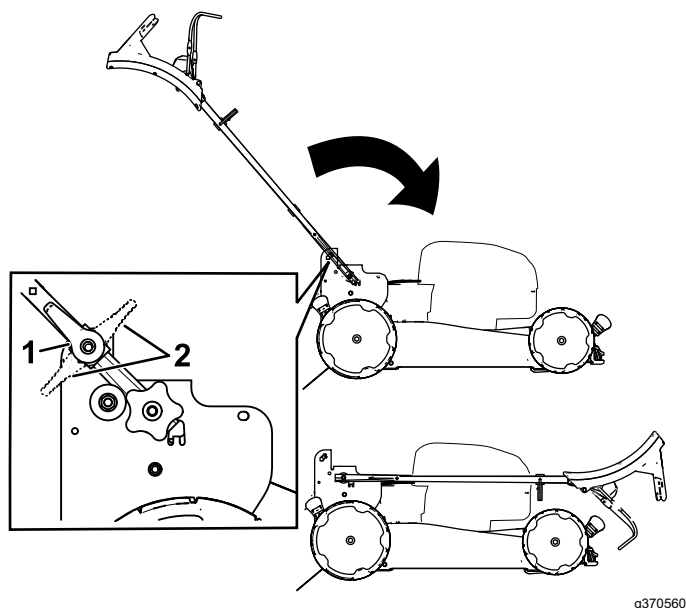

Figura 23
2. Disinnestate i fermi delle stegole (Figura 23).
3. Piegate la maniglia completamente in avanti (Figura 23).